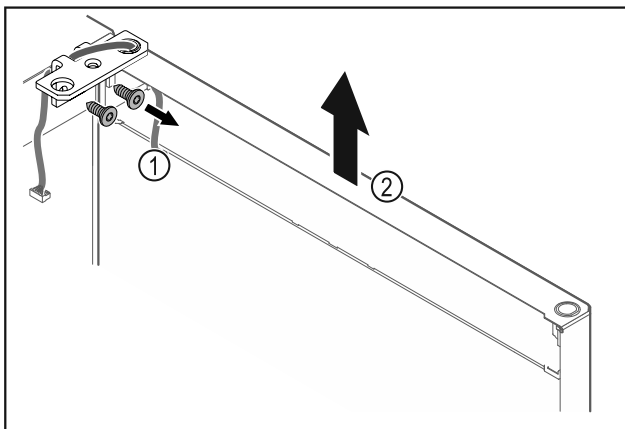

Fig. 18
- ▶ Csavarozza le a csuklópántot Fig. 18 (1).
- ▶ Az ajtót a csuklópánttal Fig. 18 (2) együtt emelje meg felfelé kb. 200 mm-rel, majd vegye le.